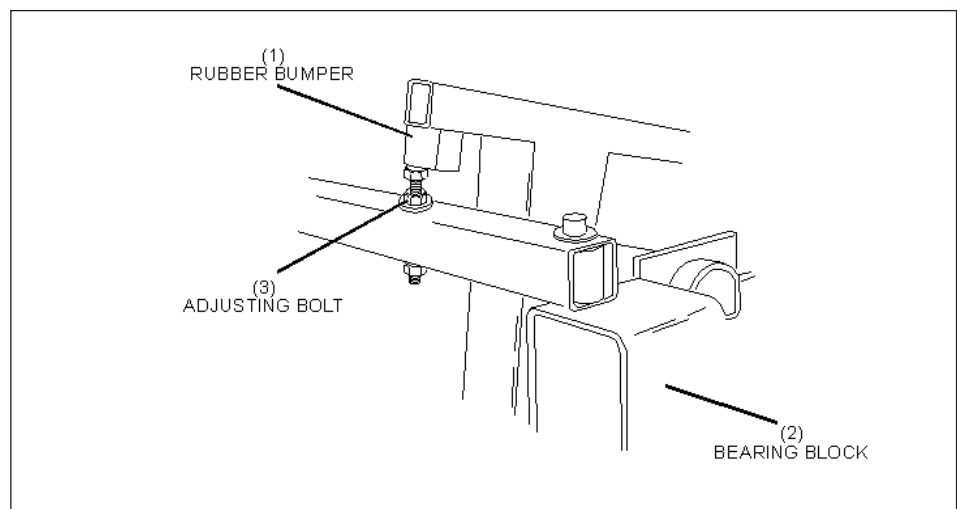
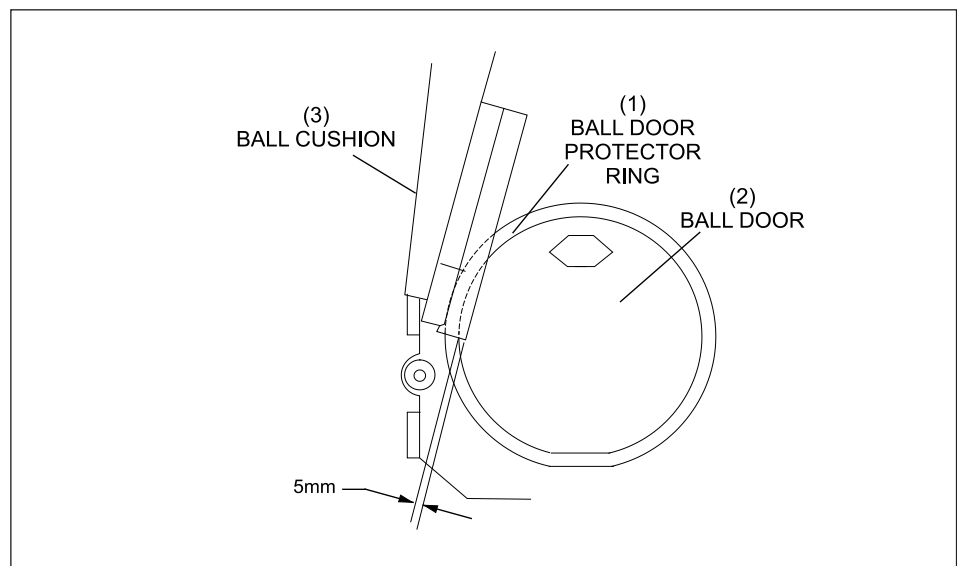

Abbildung 5-6. Einstellschraube des Ballfangs
Abbildung 5-7. Positionieren des Ballfangs
- a. Stellen Sie mit der abgebildeten Einstellschraube den Ballfang so ein (siehe *Abbildung 5-6*), dass sich die Vorderseite des Ballfangs 5 mm vor dem Ballschutzring befindet. Dadurch wird der Ball so positioniert, dass er ohne Berühren des Schutzrings durch die Balltür gelangt. Siehe *Abbildung 5-7*.
- (1) GUMMIPUFFER
- (2) LAGERBLOCK
- (3) EINSTELLSCHRAUBE